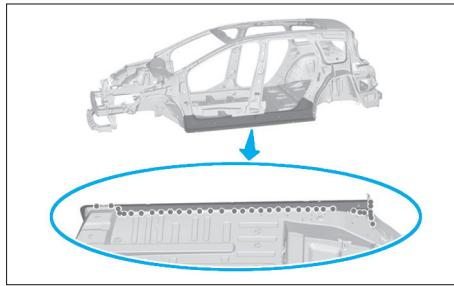

FIG. 122
- Soudé par points bouchons (Fig.122).